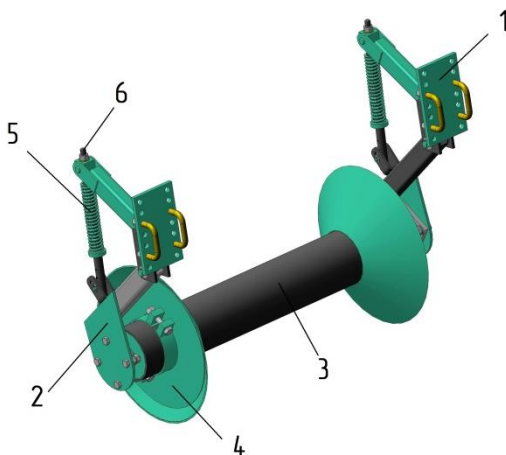

Рисунок 13 – Каток (вариант поставки)
3.12 Каток (рисунок 13) выравнивает гребнистость и уплотняет гряды. Состоит из кронштейна 1 для подвеса на центральную балку рамы, двух кронштейнов катка 2 между которыми закреплен вал 3 с двумя конусами 4. Кроме этого имеется предохранительный механизм 5 который прижимает каток к почве и гасит удары от посторонних предметов или неровностей, попадающих под каток. Натяжение пружины регулируется гайкой натяжной